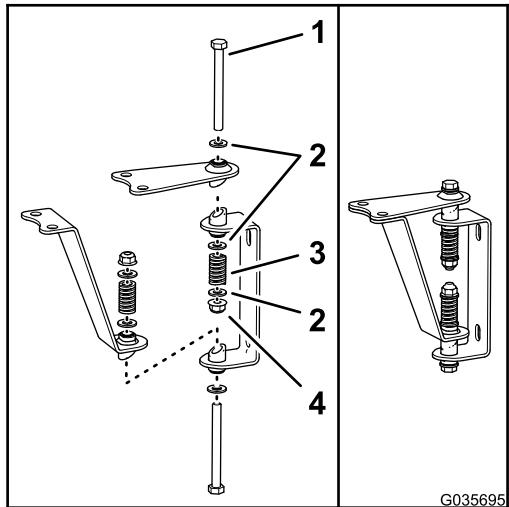
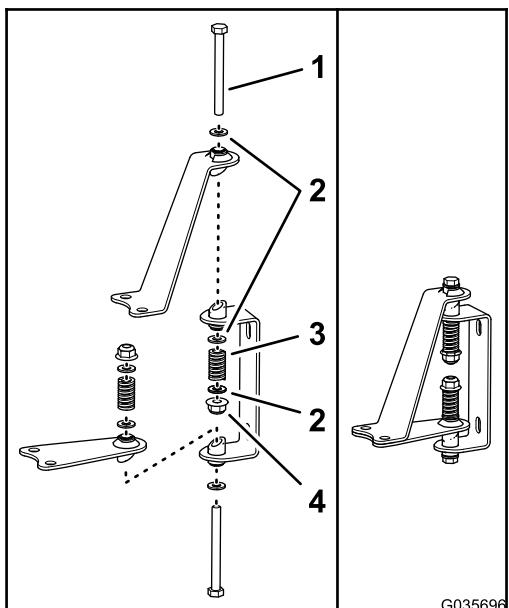

Figura 4
Figura 5
- Insira os parafusos através das aberturas do tubo soldado com dobradiças, dobradiças e correias, como se mostra na Figura 4 ou Figura 5.
5. Instale uma anilha de cabeça chata na extremidade exposta de cada um dos parafusos (Figura 4 ou Figura 5).
6. Instale uma mola na extremidade de cada parafuso (Figura 4 ou Figura 5).
7. Instale uma anilha de cabeça chata e uma porca de bloqueio na extremidade de cada parafuso (Figura 4 ou Figura 5) e aperte as porcas até que não exista folga na mola.